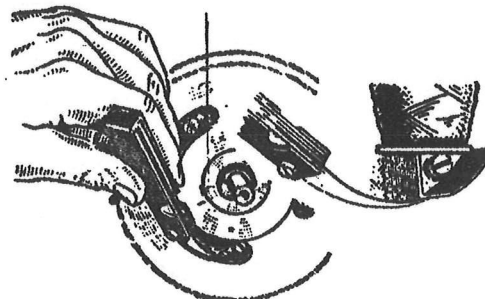
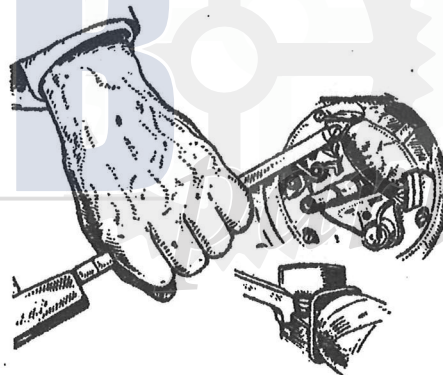

fig. 7
fig. 8
- ingeval een nieuwe spoel is aangebracht, met een voelmaat van 0,2 mm controleren of de luchtspleet tussen de binnenzijde van het vliegwiel en de poolschoenen juist is (fig. 7). Correctie hiervan volgt door het verzetten van de spoel, waarbij de schroeven niet geheel vastgezet mogen zijn (fig. 8)